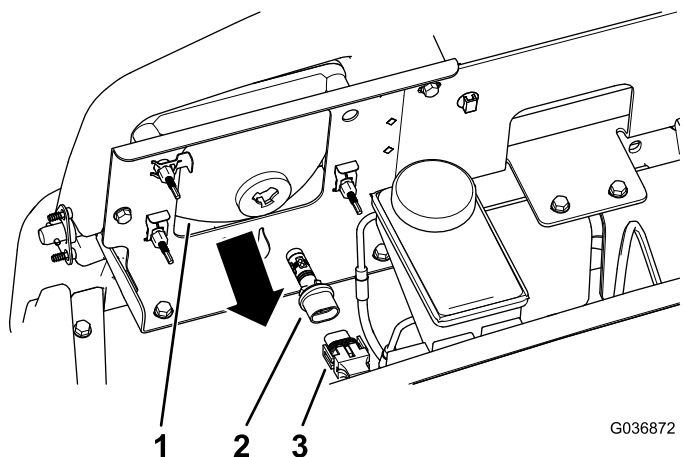

図 51
3. ヘッドライトハウジングの裏側からきているランプアセンブリ用ハーネスコネクタを外す **図 51**。
4. ランプアセンブリを左に¼回転させて後ろに引き抜いてヘッドライトハウジングから取り出す **図 51**。
5. 新しいランプアセンブリとヘッドライトハウジングを入れ、ランプアセンブリについているタブをヘッドライトハウジングのスロットに合わせる **図 51**。
6. ランプアセンブリを右方向に ¼ 回転させて取り付ける **図 51**。
7. ハーネス用のコネクタを、新しいランプアセンブリのコネクタに接続する **図 51**。